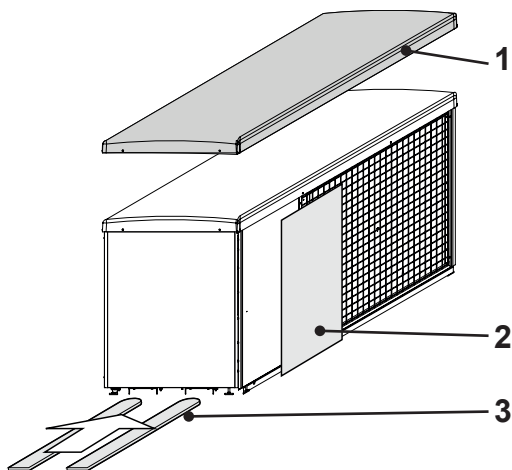

Fig. 08
- Allentare e rimuovere 3 coperchio, 1-2 viti (1, Fig. 08) della pompa di calore.
- Svitare e rimuovere i rivestimenti laterali (2, Fig. 08) accanto alla griglia di protezione dell'aspirazione.